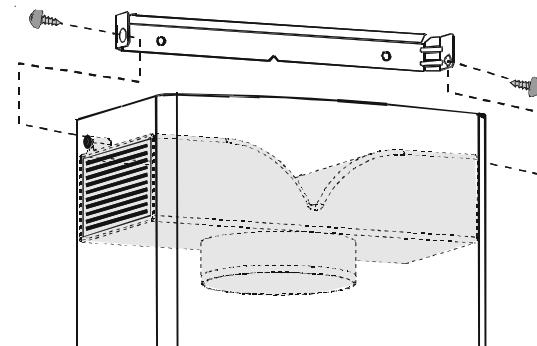

Рис. 2
- Направляющий воздушный короб закрепить с помощью двух винтов Ø 2,9x13 мм, **рис. 2**.